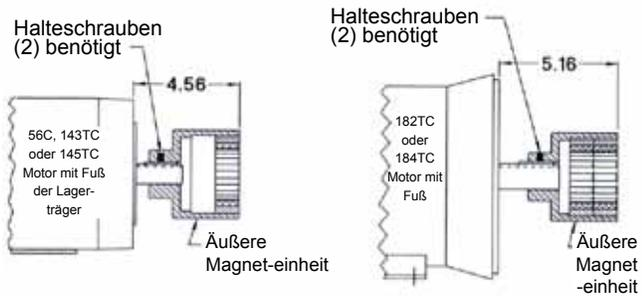
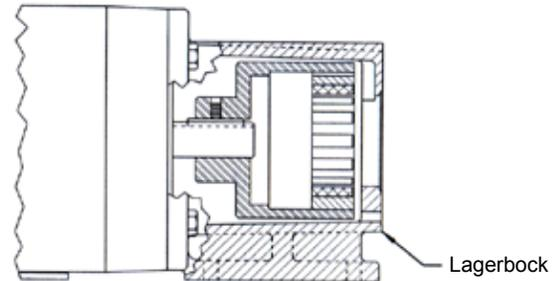

ABBILDUNG 27
ABBILDUNG 28
1. Untersuchen Sie die Magneten auf Metallteile, die eventuell angezogen wurden. Entfernen Sie alle Fremdkörper. Positionieren Sie die äußere Magneteinheit nach den Maßangaben (siehe **Abbildung 27**).
2. Setzen Sie den Lagerbock an den Motor (oder Lagerträger) und befestigen Sie diese mit vier Befestigungsschrauben (**Abbildung 28**). Greifen Sie hinein und drehen Sie die Magneten mit der Hand, um sicherzustellen, daß Freigängigkeit vorhanden ist. Überprüfen Sie die Maße in **Abbildung 27** oder kontaktieren Sie das Werk, wenn eine Reibung vorhanden ist.